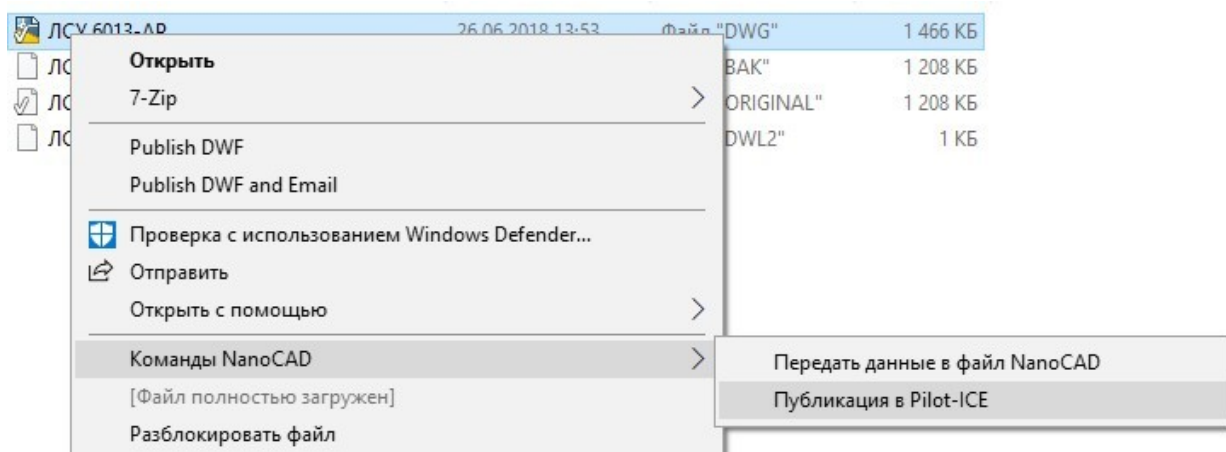

Рис.1.4.2. Команда публикации листов чертежей
2. Правым щелчком мыши на файле вызовем контекстное меню выберем **Команды NanoCAD – Публикация в Pilot-ICE** (рис.1.4.2)